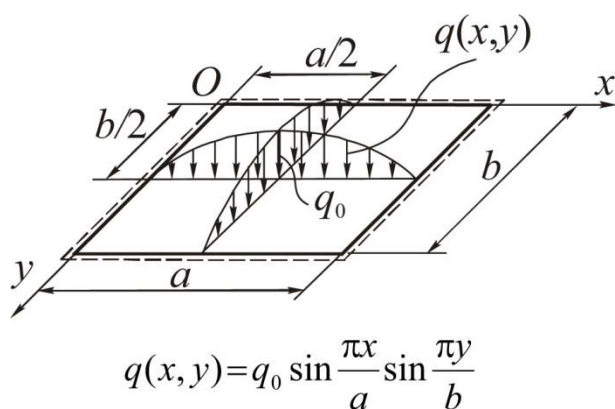
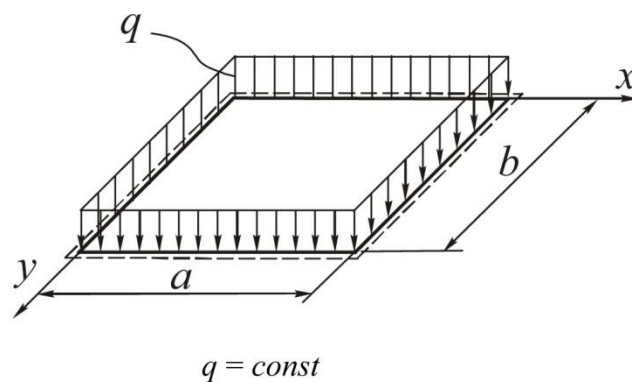

Рис. 1
Рис. 2
1. В программе MathCAD, используя метод двойных тригонометрических рядов (решение Навье) для расчёта прямоугольных пластин *a*) с синусоидальной нагрузкой (рис. 1) и *б*) равномерной нагрузкой (рис. 2):